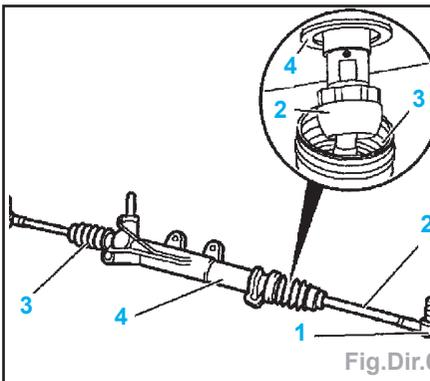

Fig.Dir.6
- Déposer la rotule (1) (Fig.Dir.6).